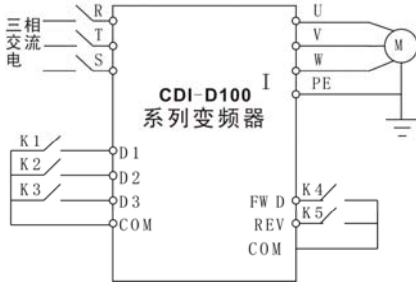

图6.3.1 多段速度运行接线图
**P02.00=1、P02.01=2、P02.02=3** , 即可通过外部开关实现多段速度控制, 如图6.3.1所示。